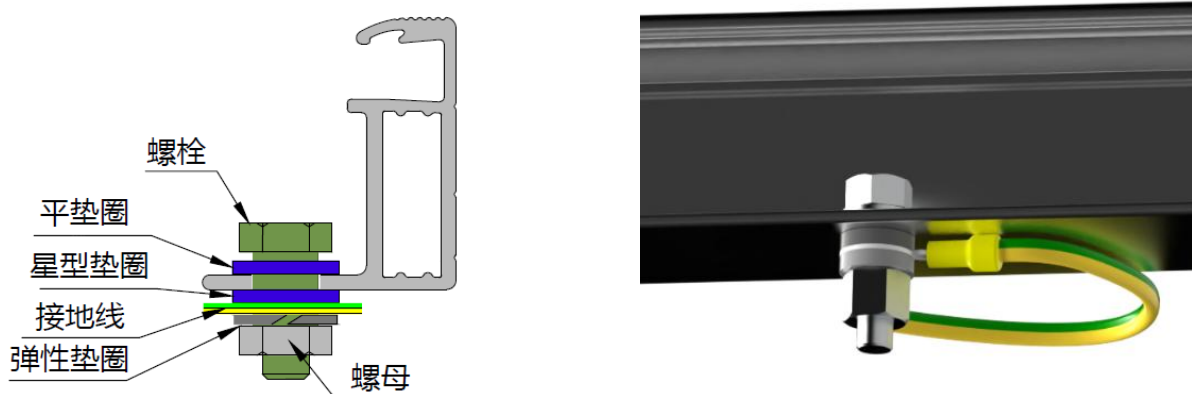

图 11 螺栓接地图
- 组件背面边框的长边靠边缘部有直径为 4mm 的接地孔；根据 IEC 61730-1:2023 标准，边框上的接地孔标有典型的接地符号（ \perp ）。该孔只可用于接地，因此不能用于组件安装。这种方法包括螺栓、平垫圈、起始垫圈、垫圈和螺母，见图 11。安装接地时应拧紧螺栓，组件边框不得额外打孔；